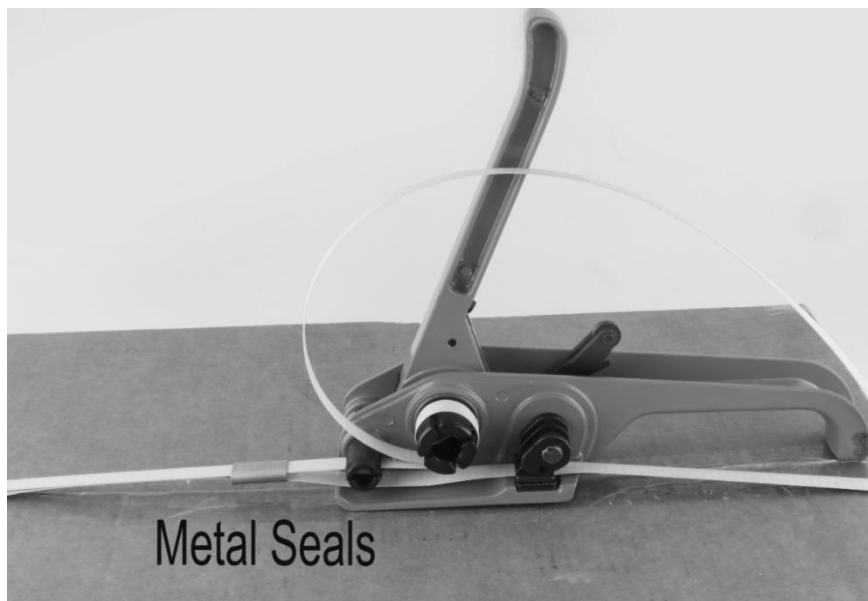

FIG. 3
3. Actionnez cette barre de tension à plusieurs reprises , de la figure 2 à la figure 3. le piégeage s sera resserré.